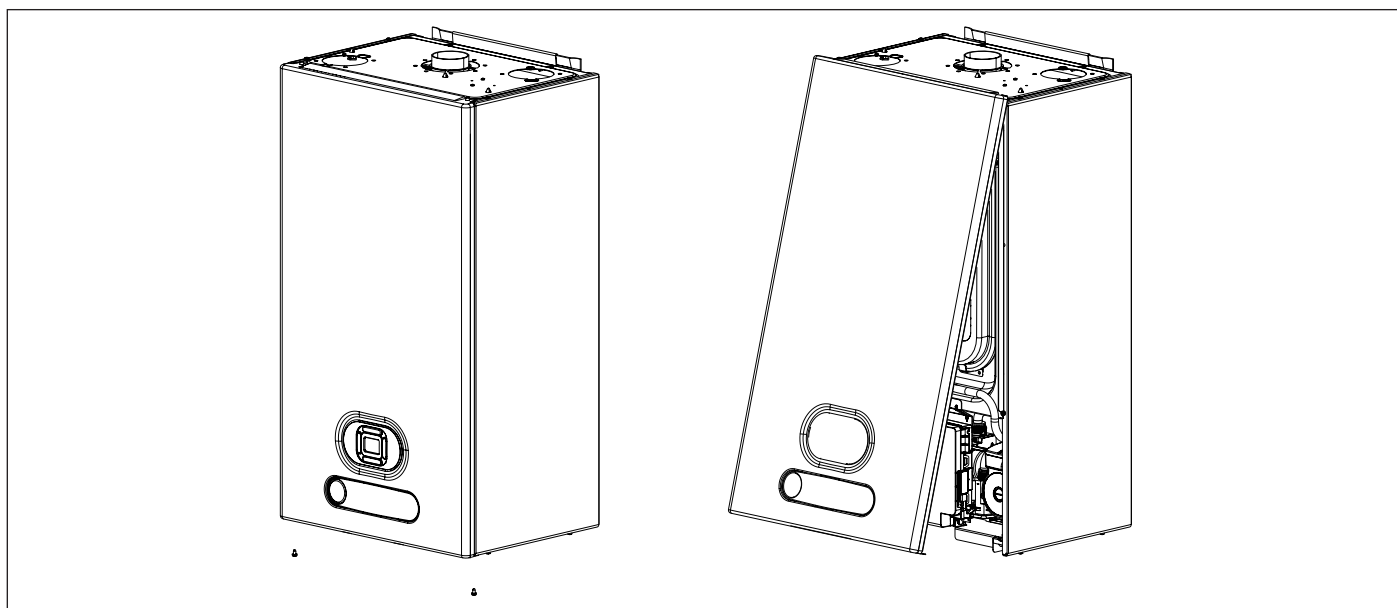

Рис. 23 Снятие фронтальной панели
- Снять фронтальную панель котла (смотри Рис. 23 Снятие фронтальной панели).